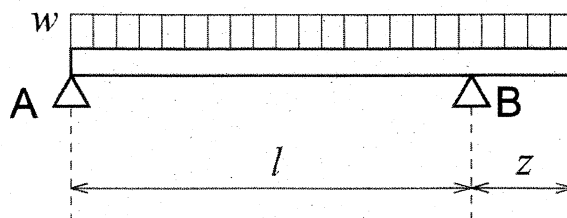

図2
2. 図2に示すような, 片端が突き出した単純支持はりに, 単位長さあたり w の等分布荷重が作用する場合を考える.